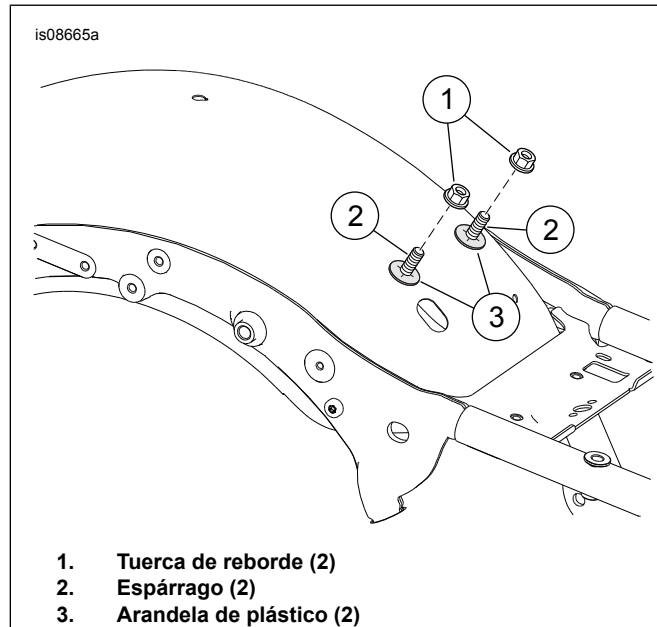

Figura 2. Elementos de sujeción de montaje
3. Ver Figura 2 . Quite las tuercas (1). Deje las arandelas (3) y los espárragos (2) en su lugar.
5. Figura 2 Coloque la base de montaje sobre los espárragos (2) y las arandelas de plástico (3).